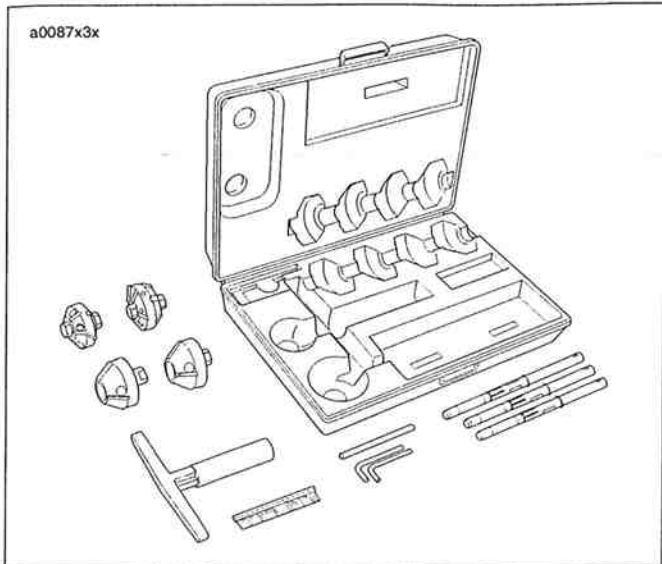

Figura 3-40. Juego de cuchilla de asientos de válvula Neway (HD-35758-B)
5. Vea la Figura 3-40. Obtenga el JUEGO DE CUCHILLA DE ASIENTOS DE VÁLVULA NEWAY (HD-35758-B). Seleccione el piloto del cortador que se ajuste correctamente en el agujero de la guía de la válvula, y asiente bien el piloto empujándolo hacia abajo y girándolo con la herramienta de instalación que viene en el juego de herramientas.